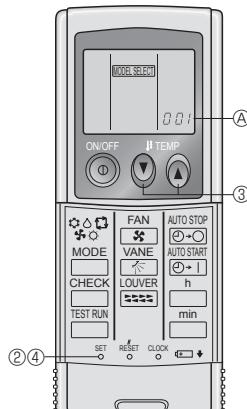

Fig. 6-6
3) การเช็ต (Fig. 6-6)
- ① ใส่ถ่านแบตเตอรี่
② กดปุ่ม SET ด้วยวัสดุที่มีปลายแหลม